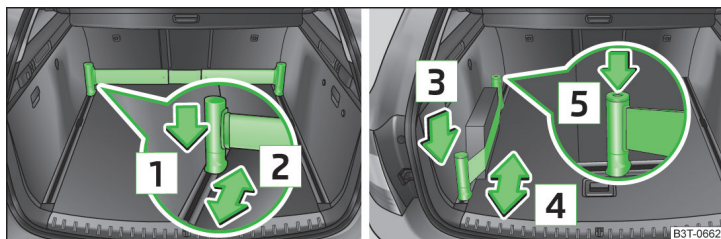

Abb. 117 Teleskopstange und Spanngurt
- › Den oberen Teil des Halters in Pfeilrichtung **1** drücken » **Abb. 117** und gleichzeitig in die gewünschte Position in Pfeilrichtung **2** schieben.
- › Den Halter in Pfeilrichtung **3** drücken » **Abb. 117** und gleichzeitig in die gewünschte Position in Pfeilrichtung **4** schieben.
- Der Spanngurt kann durch Drücken der Taste **5** auch vollständig aufgerollt werden » **Abb. 117**.